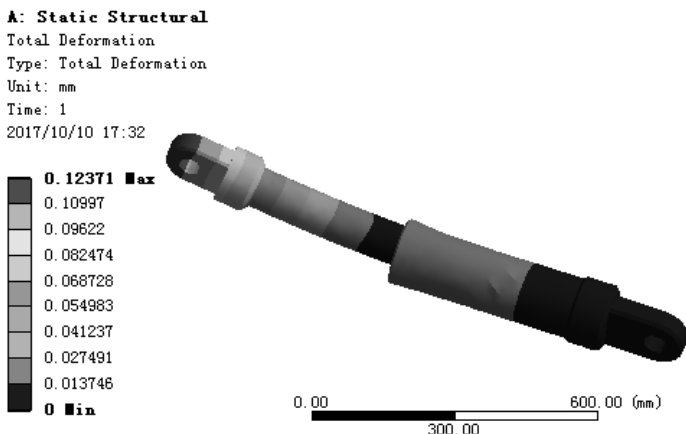

图 7.6.39 位移变形结果图解
(3) 查看位移结果图解。在“Outline”窗口中选中 **Total Deformation**，查看图 7.6.39 所示的位移变形结果，其最大位移为 0.12371 mm。